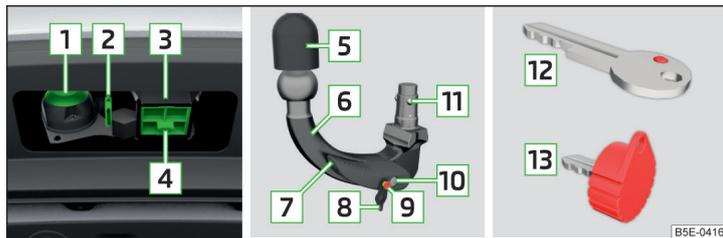

Abb. 160 Träger der Anhängervorrichtung / Kugelstange / Schlüssel (Variante 1 und 2)
Träger der Anhängervorrichtung und Kugelstange » Abb. 160
- › Die Abdeckkappe für den Aufnahmeschacht **4** » Abb. 160 auf Seite 174 nach unten abziehen.